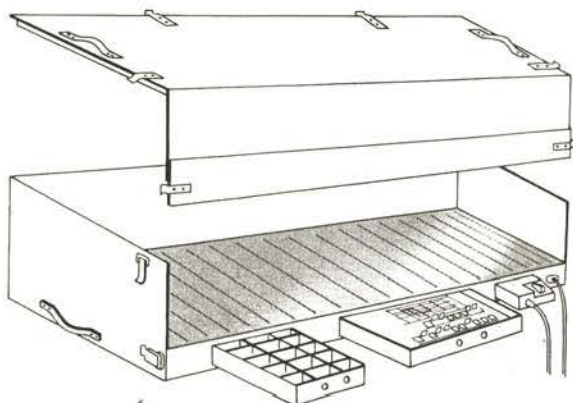

Bild 1 Gleisplan der Anlage
Mit einem dreiteiligen Triebzug (Bild 1) für die EGYPTAIN RAILWAYS (ER) zeigte das LEW Hennigsdorf einen Zug ihres 25 Stück umfassenden Lieferprogramms. Eine Triebzugeinheit, bestehend aus dem Trieb- und Mittelwagen 2. Klasse sowie dem Steuer-